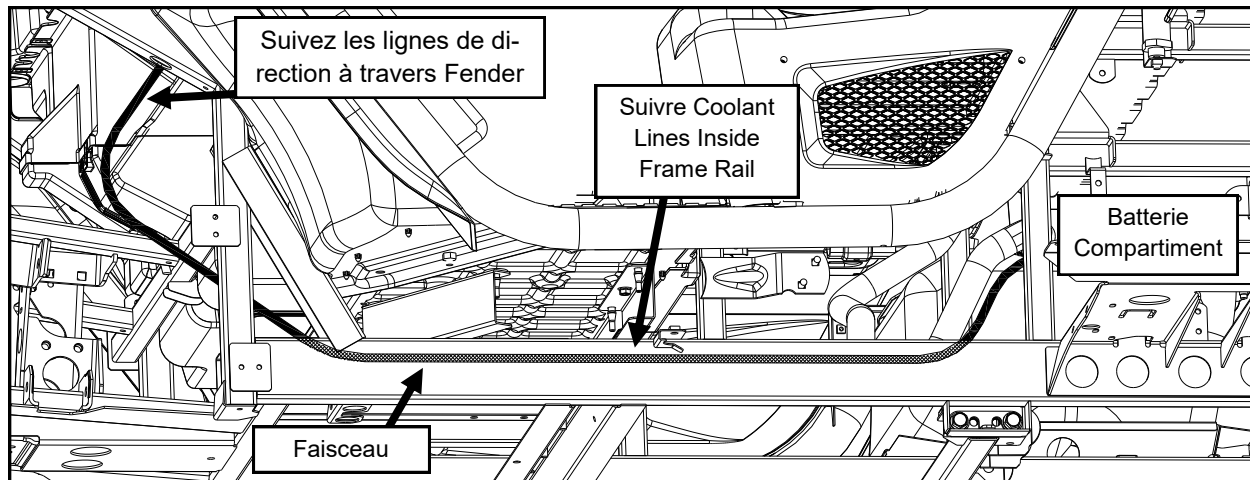

Fig. 5
5. Par figure 5 (RTV X900 montré), acheminer la longue partie du harnais avec les petits terminaux d'anneau vers l'avant de la zone de la batterie. Le harnais doit suivre les lignes de refroidissement vers l'avant au-dessus de la plaque de dérapage et se trouver juste à l'intérieur du rail principal cadre. Acheminer les fils vers le haut dans la zone du capot le long de la même route que les lignes de direction assistée entrent dans la zone du capot. Une fois que les fils sont dans la zone du capot, dirigez-vous vers le bloc de fusibles en s'assurant qu'ils ne peuvent pas interférer avec le fonctionnement des freins d'urgence.